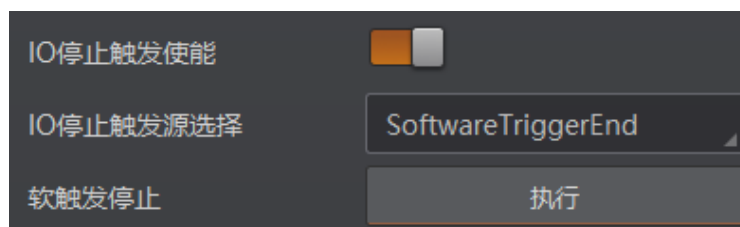

图4-33 I/O 软触发停止
- 当 IO 停止触发源选择 SoftwareTriggerEnd 时，可通过单击“执行”按钮停止触发，如图 4-33 所示。